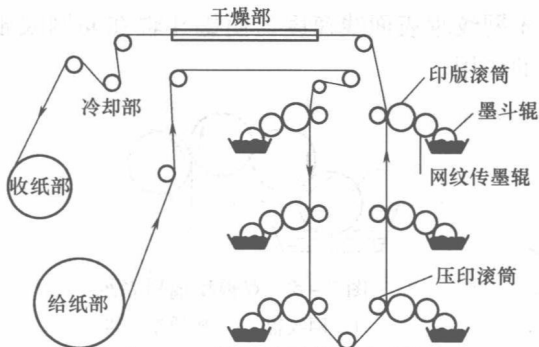

图 0-2 层叠式柔性版印刷机
(2) 层叠式柔性版印刷机 如图 0-2 所示, 层叠式柔性版印刷机是在主机的两侧, 将单色机组相互重叠起来进行印刷。每一单色机组均有独立的压印滚筒, 各机组都由主机齿轮链条传动。这种印刷机利用导向辊改变承印物的穿行路线可以进行正、反面印刷, 机组间的距离能够调整, 检修某一单色机组时不需要停机, 部件的调换和洗涤也很方便。但这种印刷机套印精度差, 不适合印刷伸缩性较大或较薄的承印材料。